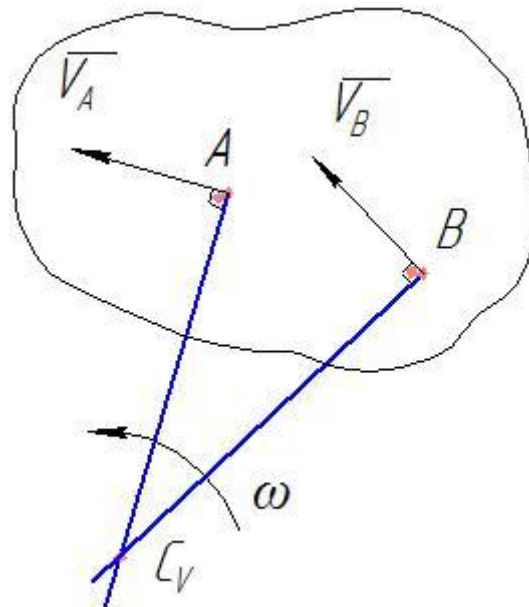

Рис.2.
Мгновенный центр скоростей находится в точке пересечения перпендикуляров, восстановленных из точек А и В к скоростям этих точек. (рис.2)
- Для определения скорости любой точки тела надо знать модуль и направление скорости какой-нибудь одной точки тела А и направление скорости другой его точки В. (рис.2)